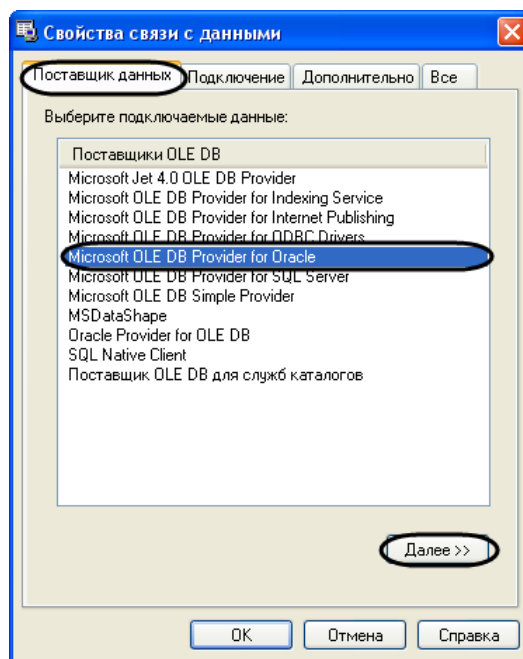

Рис. 7.6—3. Выбор поставщика данных для подключения базы данных Oracle
5.3.1. На вкладке «Поставщик данных» диалогового окна «Свойства связи с данными» выбрать значение «Microsoft OLE DB Provider for Oracle» или «Oracle Provider for OLE DB» (Рис. 7.6—3).
5.3.2. Перейти на вкладку «Подключение» или нажать кнопку «Далее>>» (см. Рис. 7.6—3).